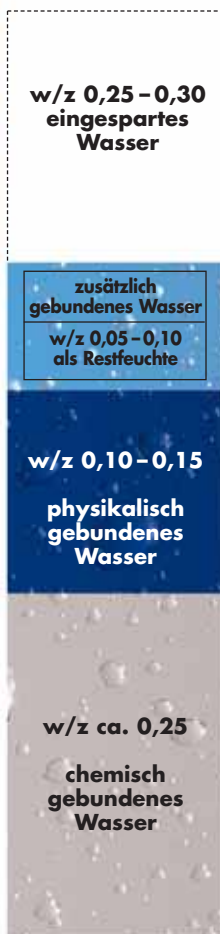

Abbildung 1
- Nach BEB (2005) wird der Messwert 10 Minuten nach Beginn der Messung und zwischenzeitlichem Schütteln der CM-Flasche auf der Manometerskala abgelesen. Im Fall der Verwendung von CONTOPP® Beschleunigersystemen schreibt der Hersteller einen einprozentigen Abzug vom abgelesenen Messwert vor. Dies ist zusätzlich gebundenes Wasser, das zwar bei der Messung erfasst wird, das aber nicht schädlich ist (Abb. 1).